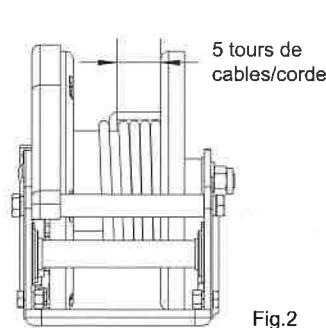

Fig.2
3. TOUJOURS LAISSER AU MOINS 5 TOURS DE CABLE/CORDE SUR LE TAMBOUR (Fig. 2)